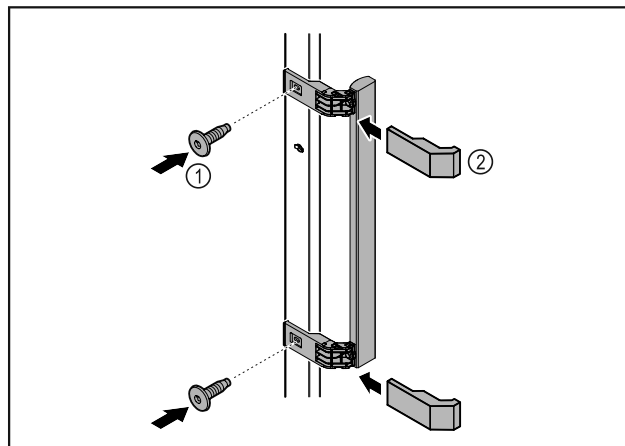

Fig. 7
► Pritvirtinkite rankeną iš priedų pridedamais varžtais Fig. 7 (1) prie durų.
► Uždėkite dengiamąjį plokštelę Fig. 7 (2).